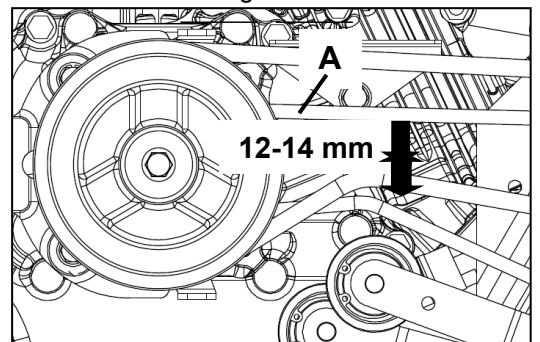

Figura 24
- Empuje la correa con un dedo (A, Figura 24); la correa debe moverse de 12 a 14 mm. Si la correa no se mueve en consecuencia, vuelva a realizar el "cable de tensión".